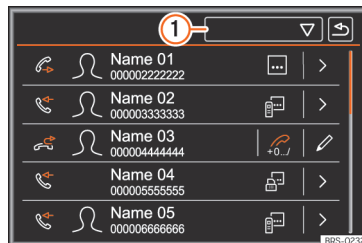

Abb. 229 Menü Anrufe (Anruflisten).
- Funktionsfläche  »» Abb. 229 ① antippen.